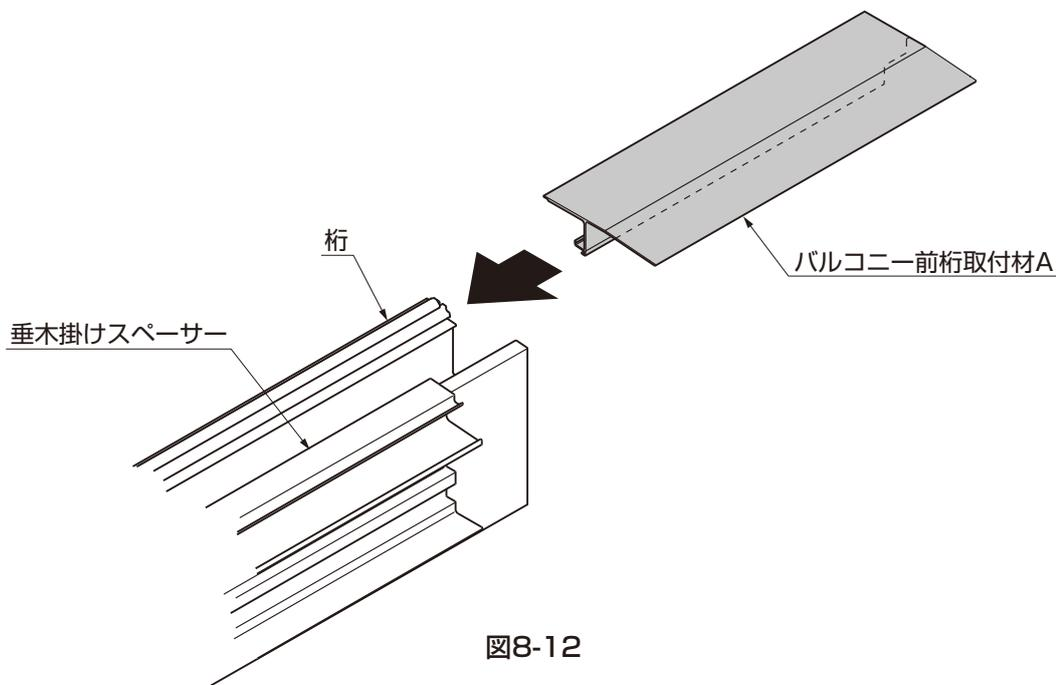

図8-12
- ③バルコニー前桁取付材Aを桁に差込んでください。(図8-12参照)